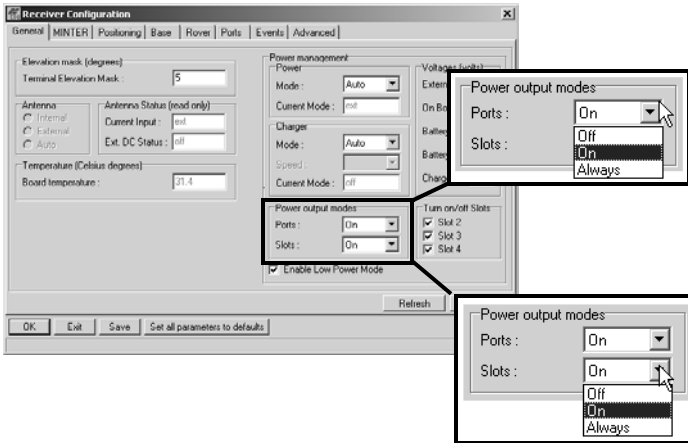

Figura 2-5. Seleccione Power output modes (Modos de salida de energía) – Ports y Slots
5. Seleccione la lista desplegable *Ports* de *Power output modes* (Modos de salida de energía) (Figura 2-5 en la página 2-9).
6. Seleccione los *Power output modes* (Modos de salida de energía) de la lista desplegable *Slots* para configurar la salida de energía en los slots internos (Figura 2-5 en la página 2-9).